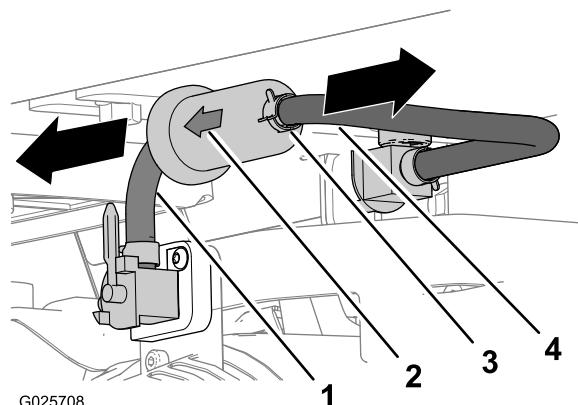

Figura 25
- 6. Retire las abrazaderas y la manguera del acoplamiento dentado del filtro de combustible (Figura 25).
7. Alinee la flecha de la carcasa del filtro de combustible nuevo para que corresponda con el flujo de combustible al motor (Figura 25).
8. Inserte el acoplamiento dentado del filtro de combustible en la manguera que viene del interruptor del motor (Figura 25).
9. Inserte el acoplamiento dentado del otro extremo del filtro de combustible en la manguera que está conectada a la válvula de cierre del depósito (Figura 25).